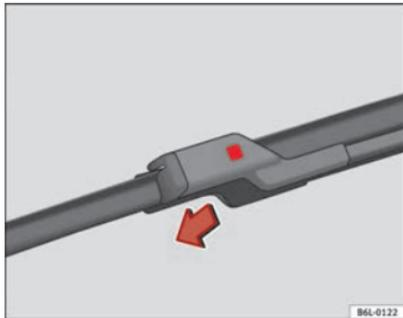

Fig. 141 Cambio escobilla limpiaparabrisas
- Oprima el botón de seguridad ⇒ fig. 141.